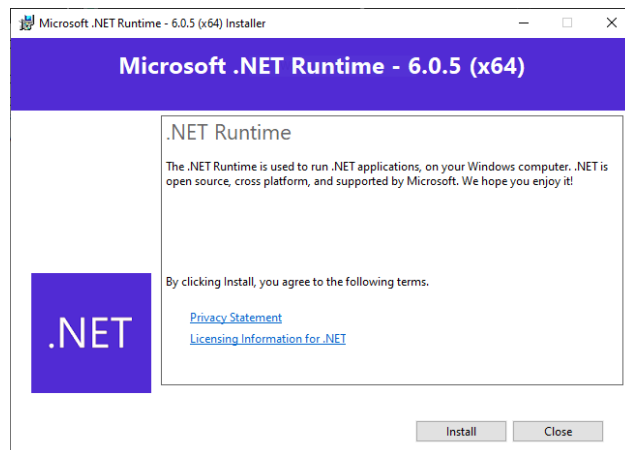
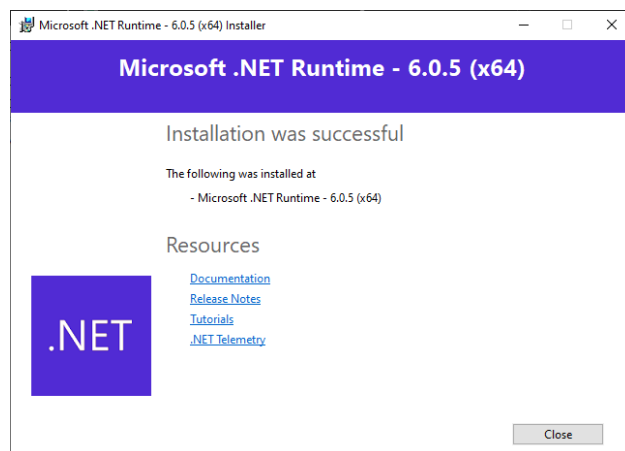

Figure 12: Finestra di installazione del runtime .NET.
Figure 13: Finestra di installazione del runtime .NET andata a buon fine.
6. (Facoltativo) Se è necessario installare il runtime .NET, fare clic su *Install* nella finestra di installazione del runtime .NET (Fig.12). Se l'installazione è andata a buon fine, apparirà la finestra mostrata nella Fig.13.